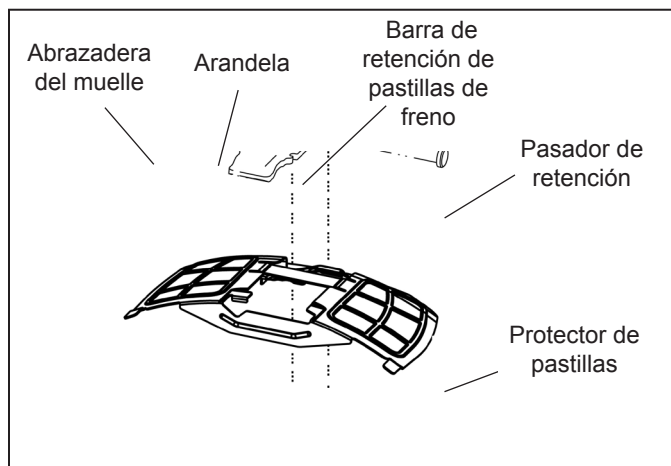

Figura 5: protector de pastillas
3. Retire y conserve el protector de las pastillas (si está equipado). (*Consulte la figura 5*).